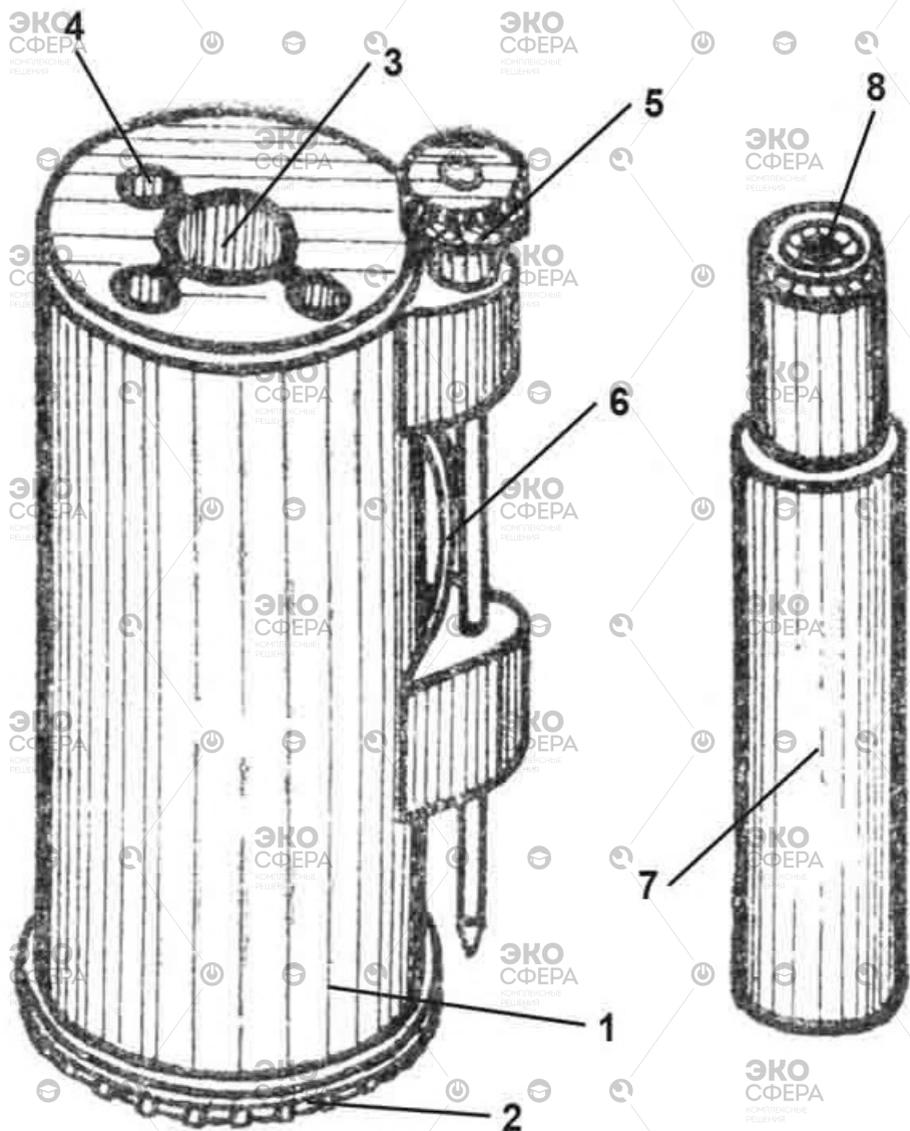

Рис. 5 — Грелка
8. Грелка (рис. 5) служит для подогрева трубок при определении ОВ при пониженной температуре окружающего воздуха (от минус 40°C до 15°C). Грелка состоит из корпуса и патронов.